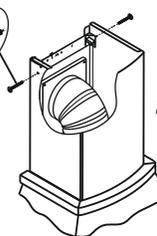

РИС. 8
6.4 Выдвиньте фальштрубу, оденьте ее на кронштейн (рис. 8) и закрепите винтами.